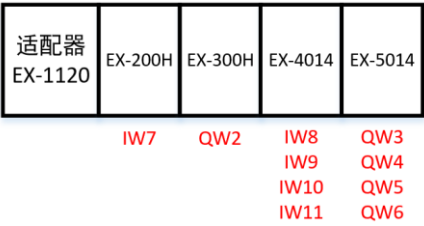

图 4-1-9 I/O 排序与地址分配#1 (案例中应用)
**注意：**实际硬件中 EX-1120 适配器所配置的 IO 模块数量和型号同等，但是模块的排列顺序不一样，模块对应的物理地址分配也不一样，如图 4-1-9、4-1-10 所示。